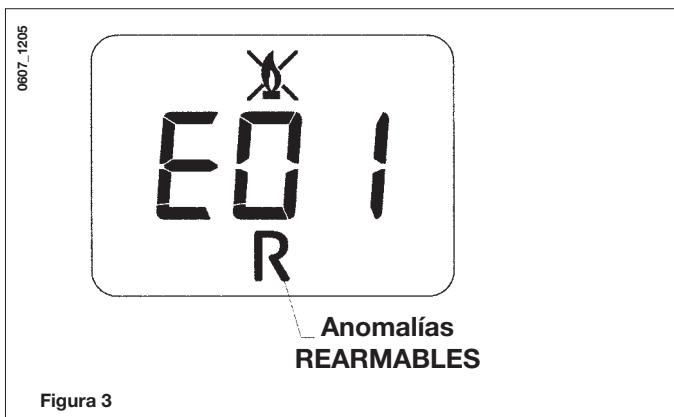

Figura 3
**IMPORTANTE:** Controlar periódicamente que la presión leída en el manómetro, con la instalación fría, esté entre 0,7 y 1,5 bares. En caso de sobrepresión, abrir el grifo de descarga de la caldera; si la presión es demasiado baja, abrir el grifo de carga de la caldera (figura 3).